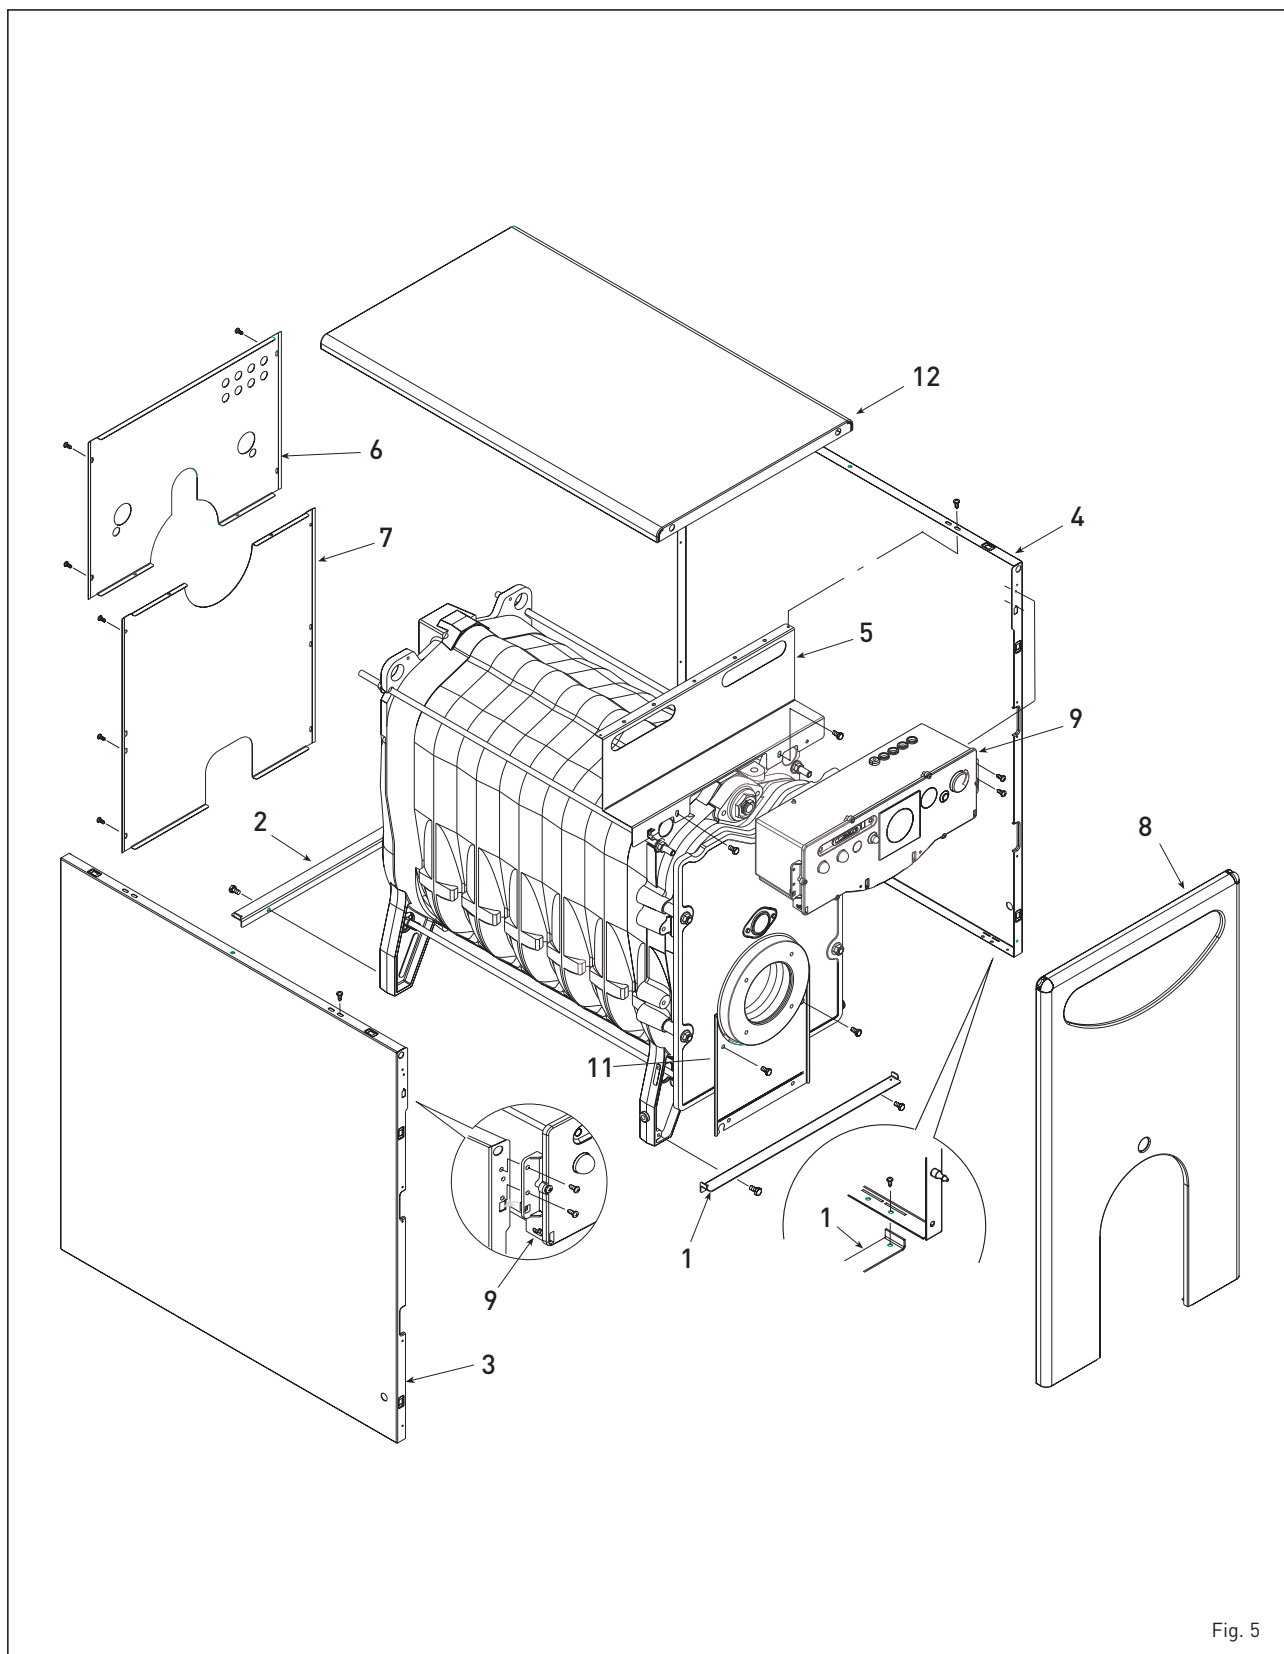

Fig. 5
2.5 MONTAGGIO MANTELLO RONDÒ ErP (fig. 5)
tare il corpo di ghisa. Eseguire il montaggio del mantello nel seguente modo (fig. 5):